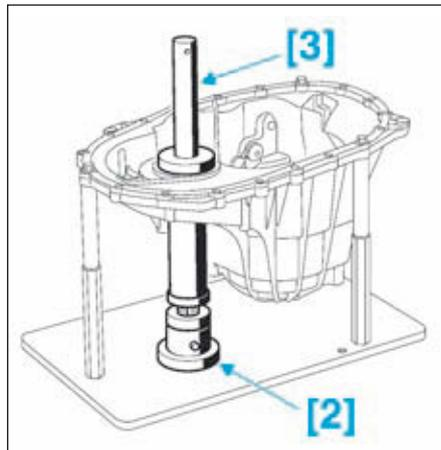

FIG.42
- Mettre en place l'outil [2] sous le carter de mécanisme (Fig.42).